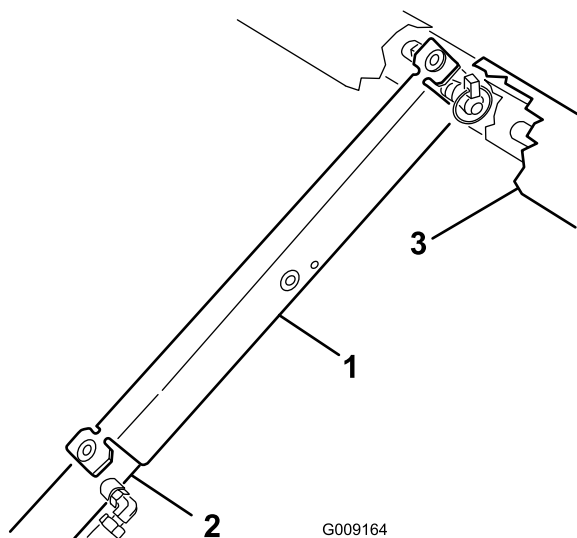

Figura 12
9. Împingeți suportul pentru platformă pe tija cilindrului, asigurându-vă că proeminențele de la capătul suportului se sprijină pe capătul tamburului cilindrului și pe capătul tijei cilindrului (Figura 12).